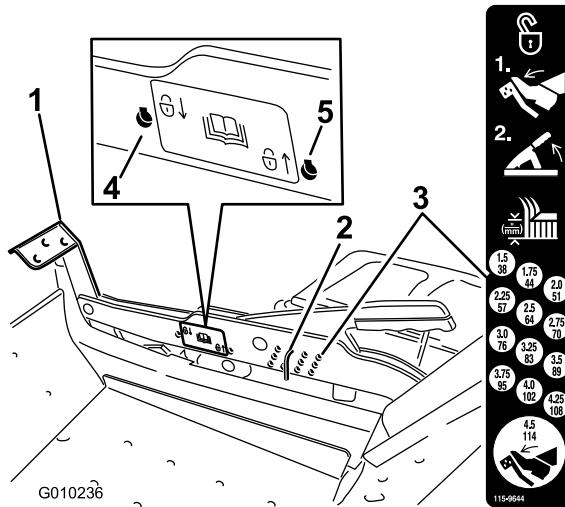

Figura 27
1. Premete il pedale di sollevamento del piatto di taglio e sollevate il piatto in posizione di trasporto (ovvero nella posizione dell'altezza di taglio di 114 mm) (Figura 27).
2. Per regolare, spostate il perno dalla staffa dell'altezza di taglio (Figura 27).
3. Nel sistema di selezione dell'altezza di taglio scegliete un foro corrispondente all'altezza desiderata ed inserite il perno (Figura 27).
1. Col piede premete il pedale di sollevamento del piatto di taglio e sollevate il piatto in posizione di trasporto (ovvero nella posizione dell'altezza di taglio di 114 mm) (Figura 27).
2. Togliete il perno dalla staffa dell'altezza di taglio (Figura 27).
3. Scegliete il foro inferiore sull'adesivo indicante le posizioni di blocco e inseritevi il perno (Figura 27).
4. Scegliete il foro superiore sull'adesivo indicante le posizioni di blocco e inseritevi il perno (Figura 27).